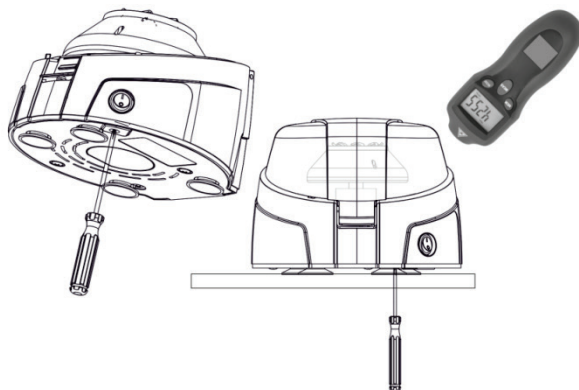

Рисунок 4 - Калибровка скорости
- 10.2. Калибровка производится с помощью калибровочного потенциометра, расположенного на дне центрифуги под тумблером включения (Рисунок 4). Для калибровки применяется внешний